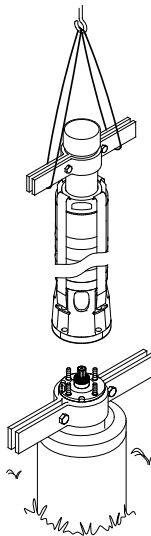

Рис. 18 Подъём и установка насоса
1. Поднимите насосную часть с помощью трубных хомутов, установленных на вспомогательной трубе. См. рис. 18.